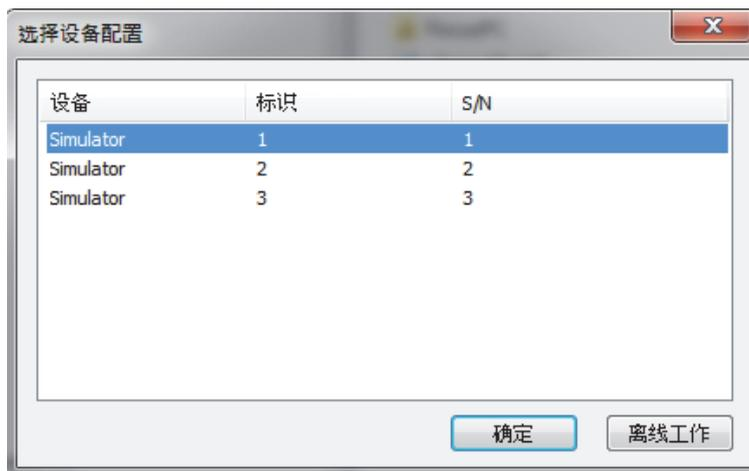

图 1-28 选择设备配置对话框示例
6. 启动**Inspection**（检测）版本后，会出现**选择设备配置**对话框（参见第44页的图 1-28）。在对话框中，执行下列步骤之一：